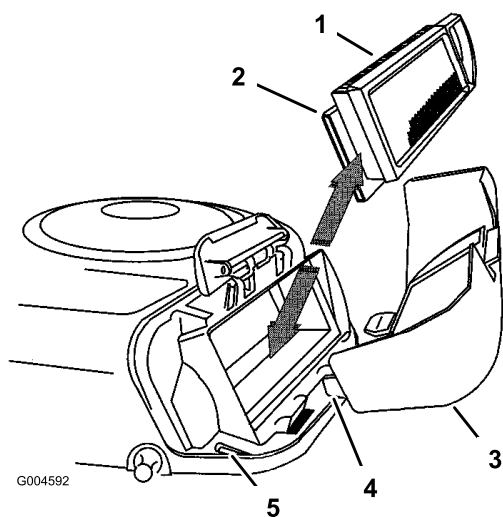

Figura 24
5. Deslice cuidadosamente el filtro de papel y el filtro de gomaespuma para retirarlos de la carcasa del soplador (Figura 24).
3. Enganche el asa en la tapa y empuje hacia abajo el asa para fijar la tapa (Figura 24).